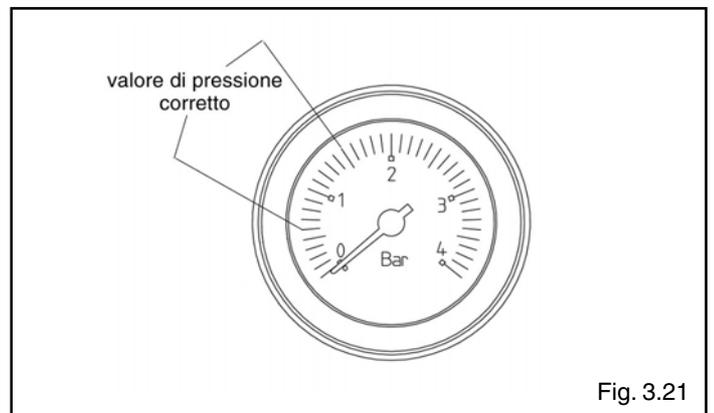

Fig. 3.21
- aprire il rubinetto di riempimento (**C**) fino a che la pressione indicata sull'idrometro sia compresa tra **1 bar e 1,5 bar** (fig. 3.21)